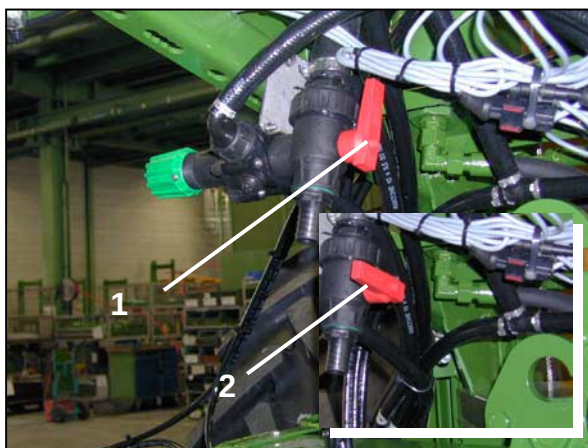

Fig. 10.29
Under normale omstændigheder er systemet generelt koblet til (fig. 10.29/1).
- 3-vejshane (fig. 10.29/1)
Når man skal anvende slæbeslanger til flydende gødning skal trykomløbssystemet lukkes ved hjælp af hane (fig. 10.29/1).
Når hane er i denne stilling (fig. 10.29/2) er systemet koblet fra.